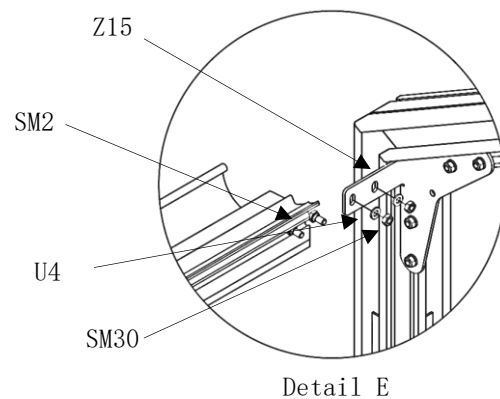

Abb. 52
- Siehe **Detail E** und **F**. (Abb. 52/53)
- für den Einbau der linken Seitenwand wiederholen sich die Arbeitsschritte gemäß den **Abb. 52 bis 54**.